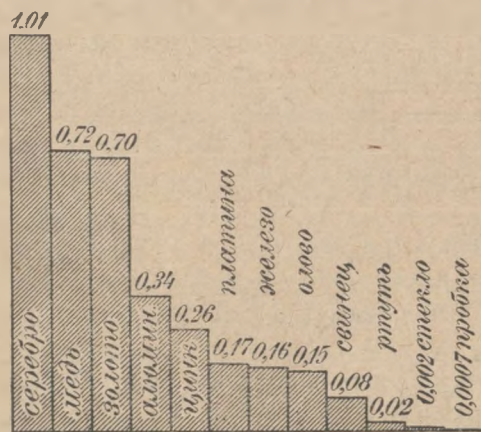

Рис. 75. Теплопроводности металлов. Для сравнения даны теплопроводности стекла и пробки.
**Задача 4.** Отметьте металлы, которые труднее всех и легче всех гнутся (78).
**Задача 5.** Нагревайте проволоки из разных металлов, держа их в руке, и замечайте, какие из металлов легче прогреваются. Сравните полученные результаты с графиком теплопроводности (рис. 75).